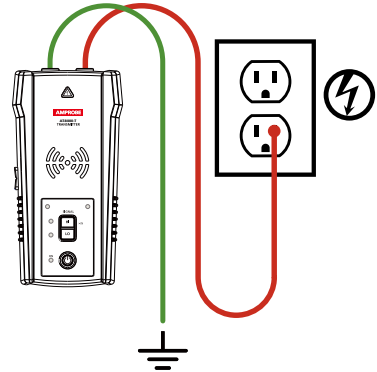

Figura 3.1a:
3. Conecte el terminal de prueba rojo al cable de línea/fase que se está rastreando. En el caso de sistemas energizados, la señal se transmitirá ÚNICAMENTE entre el lado de carga al que está conectado el transmisor y la fuente de alimentación (consulte la Figura 3.1a)